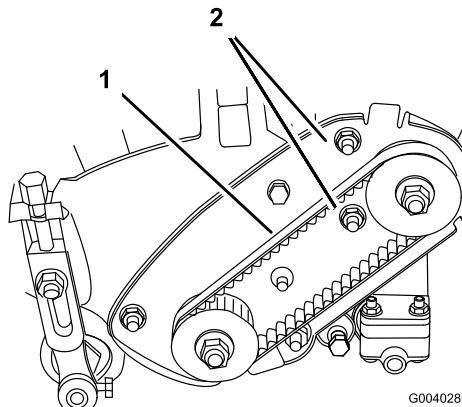

Figura 35
- Desaperte as porcas de montagem da caixa de mancal (Figura 35).
- Mantendo o ajuste da chave de aperto, aperte as porcas de montagem da caixa de mancal (Figura 35). Não aperte demasiado a correia.